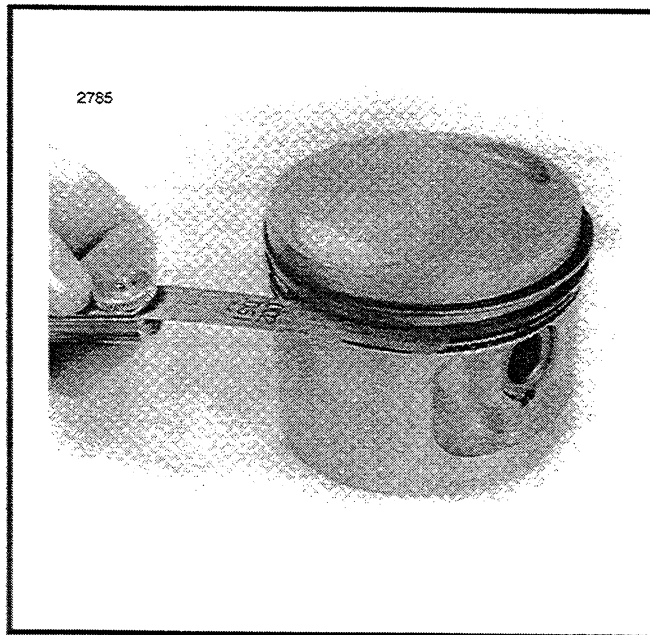

Figure 3-34. Mesure du jeu du segment dans la gorge
3. Voir Figure 3-34. Vérifiez l'ouverture des segments dans les gorges du piston avec un calibre d'épaisseur, comme indiqué. Voir les SPECIFICATIONS de tolérance.